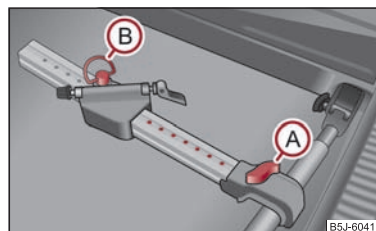

Fig. 69 Montarea suportului pentru bicicletă
- Așezați suportul pentru bicicletă autorizat în centrul suportului transversal, ridicați șurubul (A) și împingeți suportul longitudinal (partea din aluminiu) înspre suportul transversal până se fixează, și rotiți șurubul (A) în piuliță ⇒ fig. 69.
- Eliberați șurubul (B) și scoateți-l din partea mobilă a suportului; aduceți partea mobilă într-o poziție posibilă, în funcție de mărimea bicicletei, astfel încât să nu se afle în contact cu hayonul. Vă recomandăm, să amplasați partea mobilă a suportului astfel încât între șurubul (A) și partea mobilă, să fie vizibile 7 orificii.
- Introduceți șurubul (B) în poziția dorită și strângeți-l. ■
- Eliberați șurubul (A) ⇒ pagina 70, fig. 69 și împingeți suportul împreună cu bicicleta fixată, spre stânga (în direcția de deplasare), astfel încât între ghidon și fereastra laterală a portbagajului să nu existe contact.